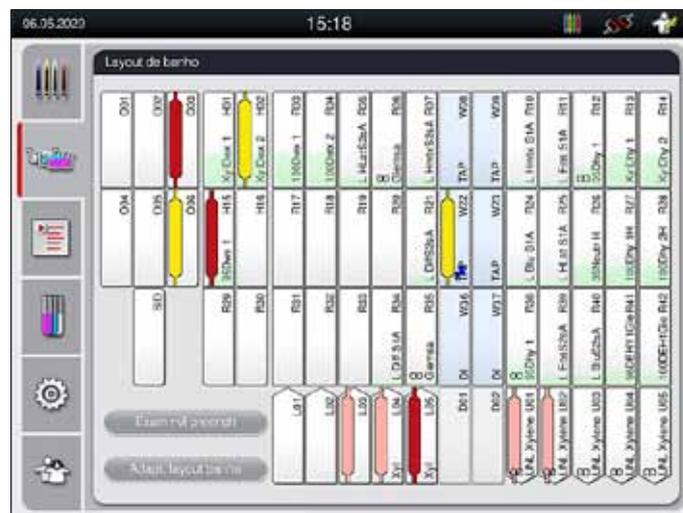

Fig. 85
8. A cor da alça detectada e a abreviação do programa atribuído são exibidos no layout de banho na respectiva estação (→ "Fig. 85").
- Layout de banho com detalhes da estação (→ "Fig. 85").
- Na tela de status de processo, a disponibilidade e o número selecionado de estações de descarga diferentes não é visível para o usuário. Recomenda-se o uso de menu Layout de banho para monitoração do processo (→ "Fig. 85") quando usar reagentes diferentes para poder reagir rápido quando a capacidade for alcançada.